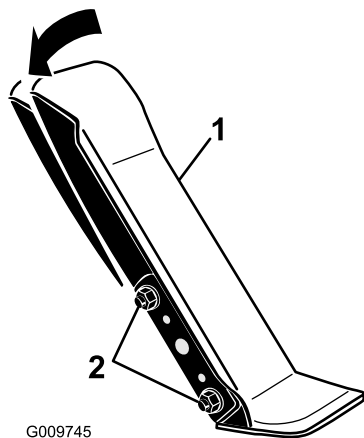

Figure 71
1. Desserrez les deux écrous et boulons qui fixent le côté gauche de la pédale de déplacement au support (Figure 71).
2. Faites pivoter la pédale à l'angle voulu puis serrez les écrous (Figure 71).